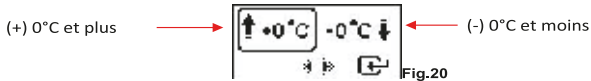

Fig.18
6. Si le tester détecte une charge de la surface, il vous demander de tourner la clé et d'allumer les phares (Fig.17) pour décharger un peu la batterie. Lorsque cela est bon, après quelques minutes maximums, il vous indiquera de tout éteindre (Fig.18) :